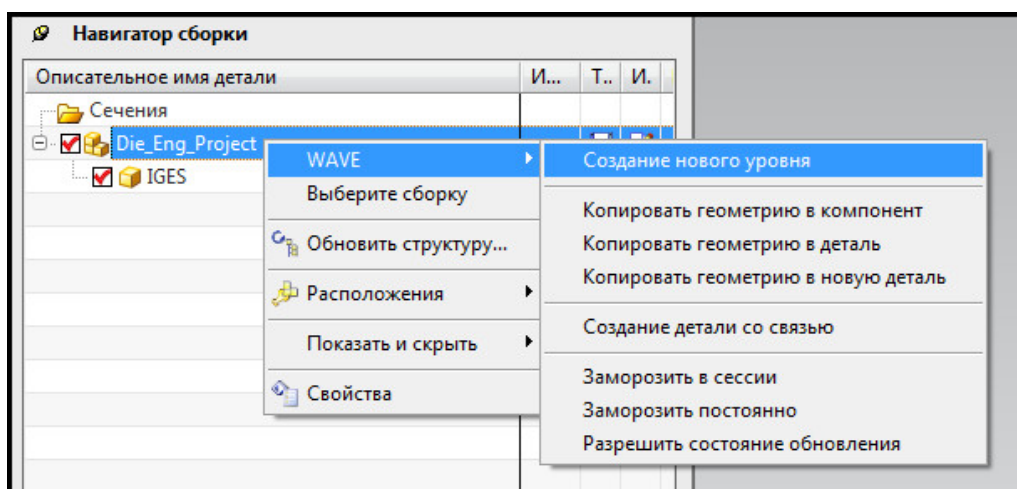

Рис. 7.4. Создание нового компонента
- Создайте новый пустой компонент, в котором будет происходить компоновка техпроцесса, выбрав правой кнопкой мыши файл сборки **Die_Eng_Project**. Укажите строку **Создание нового уровня** (рис. 7.4).